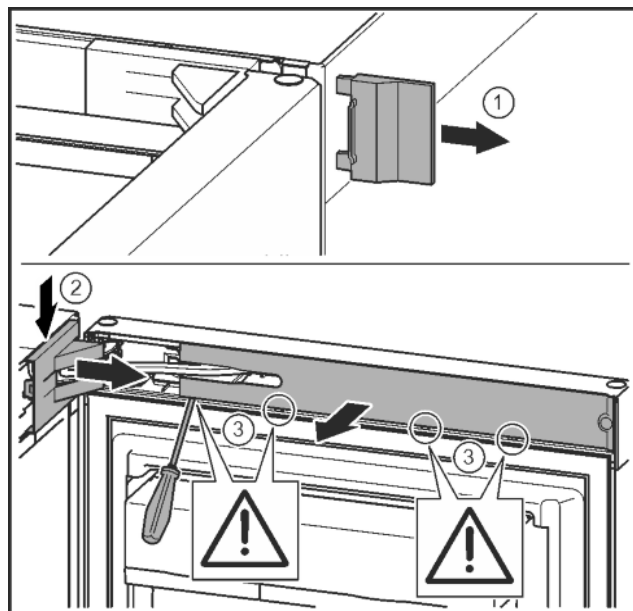

Fig. 9
► Zdjąć zewnętrzną osłonę. Fig. 9 (1)
- Wyczepić i poluzować osłonę płytki zawiasu. Zdjąć osłonę płytki zawiasu. *Fig. 9 (2)*
- Przy pomocy śrubokręta wyczepić zaślepkę i odchylić w bok. *Fig. 9 (3)*